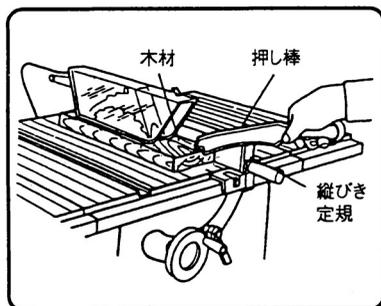

図 25
- 切断中、木材に終わりまで手を添えなければならないとき、また、幅150mm以下の木材切断を行なうときには、押し棒で押すようにしてください。(図25参照、押し棒は別売部品で用意しています。)
(1) スイッチ操作